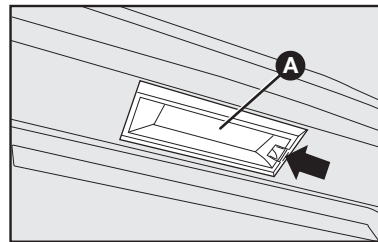

fig. 21
## LUZ DE PLACA - fig. 21
1) retirar o refletor **A-fig. 21** atuando na trava indicada pela seta.